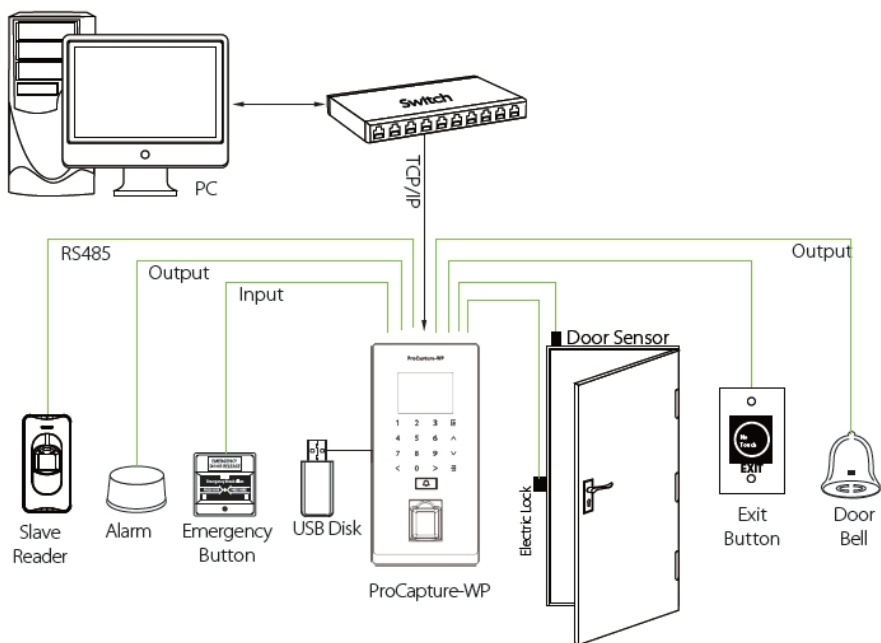

Рис.3
4.3. Схема подключения для работы в автономном режиме приведена на Рис.3.